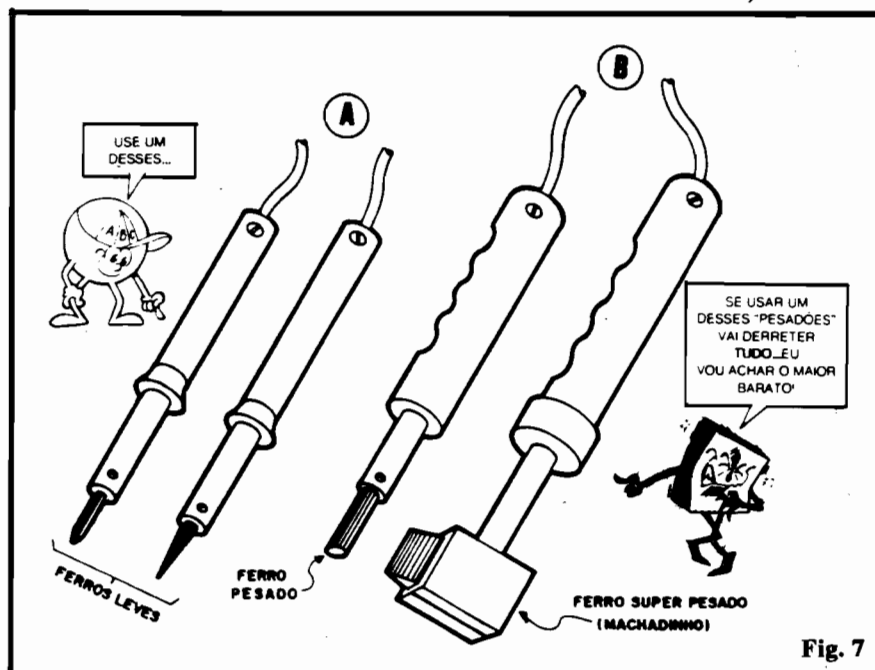

Fig. 7
- **FIG. 7** - Ferros leves (A) e pesados (B) para uma comparação visual. Os tipos (B) **não** devem ser usados na moderna Eletrônica... Se lá naquela "arqueológica" caixa de ferramentas existir um "trambolho" desses, reserve-o para remendar fundos de painéis furados, consertar a lataria do "Gordini" e essas coisas... **NÃO** os aproxime de um moderno e delicado componente eletrônico!